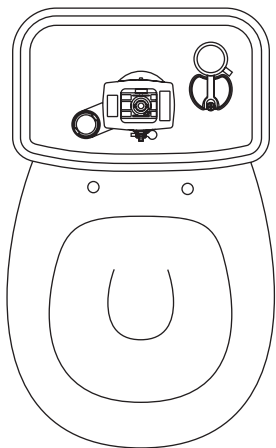
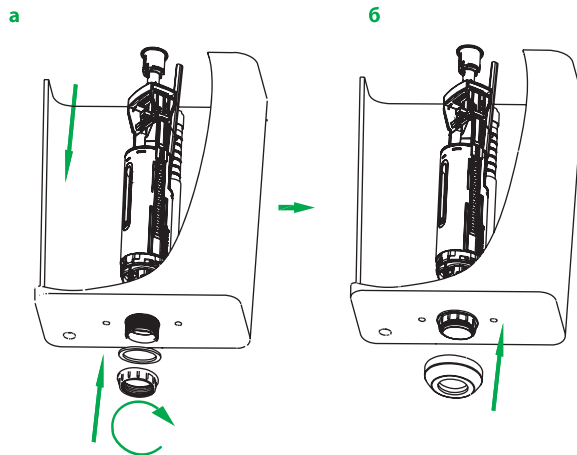

Рис. 8 / 8-сур.
Рис. 9 / 9-сур.
2. Открутите пластиковую гайку и установите клапан выпуска, как показано на рис. 9а. **Внимание: верхняя часть коромысла должна располагаться параллельно передней стенке бачка (рис. 8).**
3. Установите резиновую прокладку с наружной стороны дна бачка (рис. 9б).